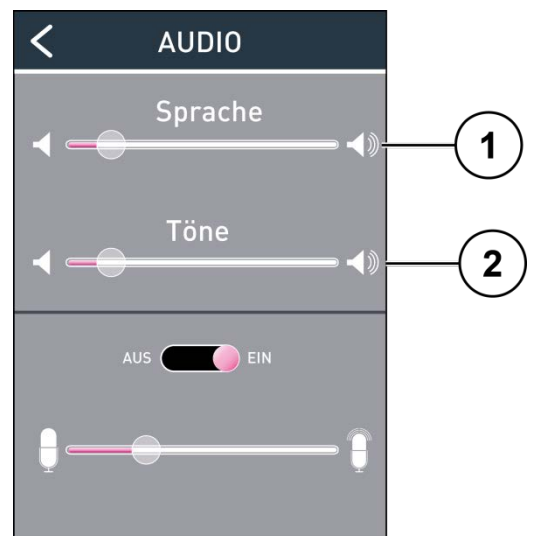

Abb. 15: Einstellungen Audio
- Die Lautstärke der Sprach- und Tonausgabe kann den örtlichen Gegebenheiten angepasst werden (Abb. 15).
- ▶ Schieben Sie den Lautstärkereglер der *Sprache* (1) bzw. der *Töne* (2) nach rechts, um die Lautstärke zu erhöhen bzw. nach links zum Verringern.